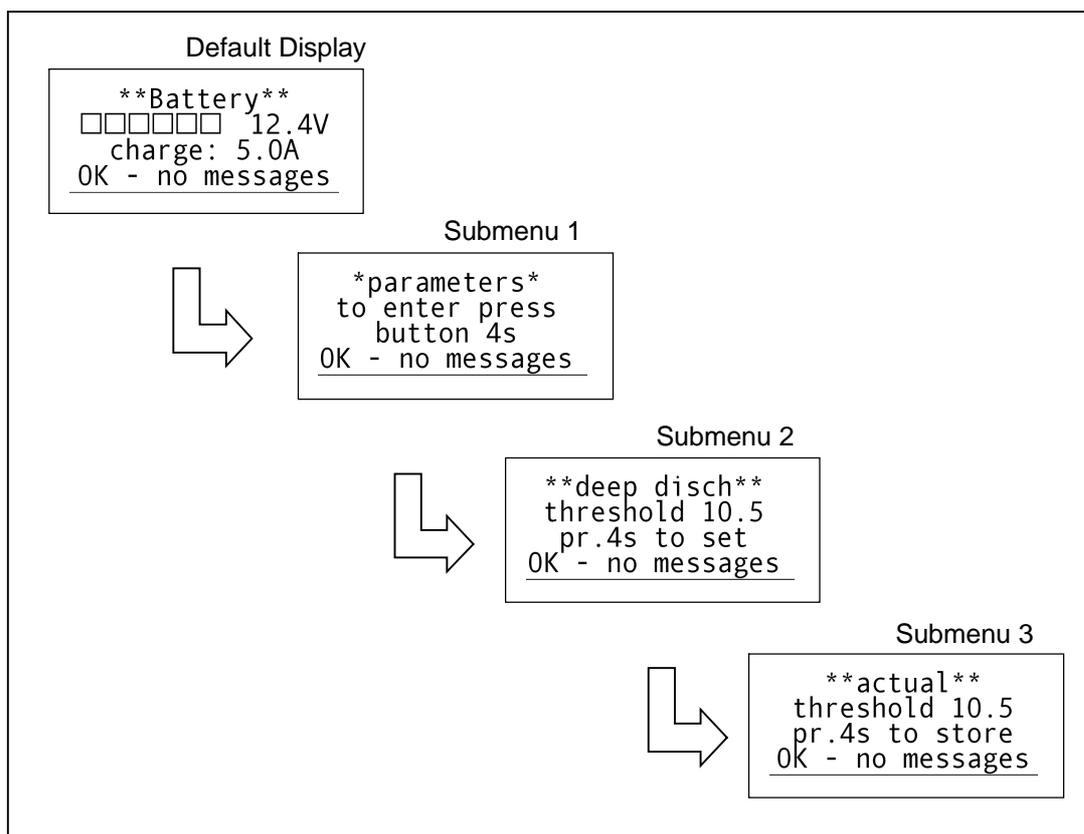

Fig. 5
1. Deep Discharge Protection (Fig. 5)